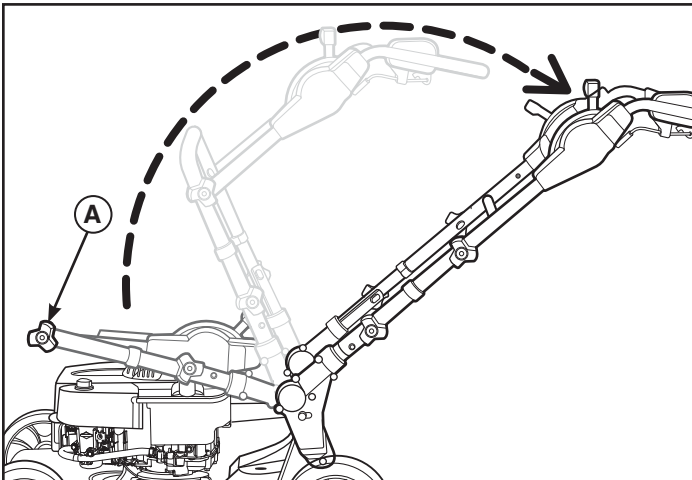

Fig. 2
1. Lossa det nedre handtagets knoppar (**A**, Fig. 2) på handtagsfästets högra och vänstra sida.